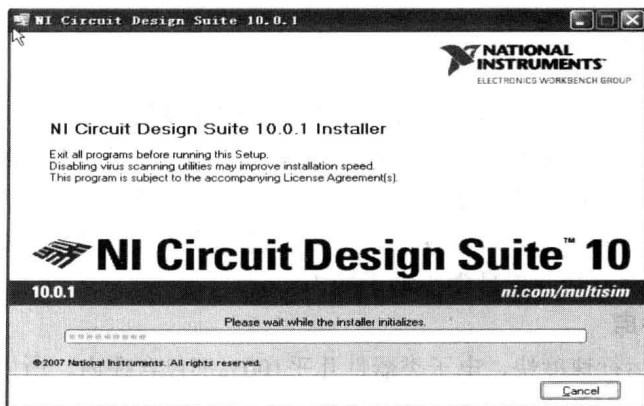

图 1-1 安装程序初始化界面
(1) 首先到 NI 公司主页下载 Multisim 安装文件或购买软件光盘,双击安装文件夹中的 setup.exe 图标,会出现图 1-1,这是安装程序对系统进行安装初始化。